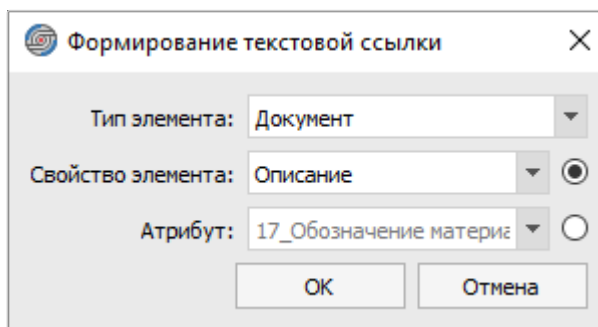

Рисунок 216. Диалоговое окно «Форматирование текстовой ссылки»
- «Вставить/изменить ссылку» — добавление текстовой ссылки. Открывается диалоговое окно «Форматирование текстовой ссылки» (см. рисунок 216), где необходимо: